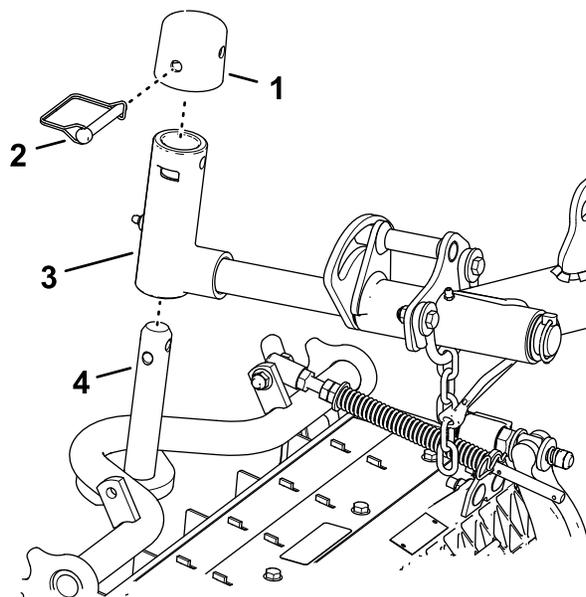

Рисунок 25
1. Подведите режущий блок под подъемный рычаг (**Рисунок 25**).
Фиксация оси поворота режущего блока для скашивания травы на склоне холма – заблокируйте оси поворота режущих блоков для предотвращения поворота режущих блоков вниз по склону во время скашивания поперек склона холма. Используйте отверстие в оси поворота подъемного рычага (**Рисунок 25**) для фиксации режущего блока. Используйте паз для поворота режущего блока.